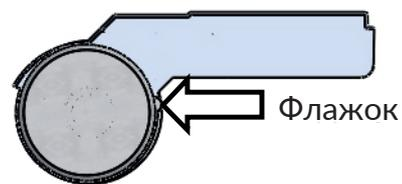

Рис. 15
7.3 Выставить эксцентриковую втулку в нейтральное положение (Рис. 15).